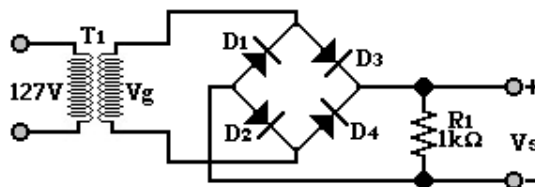

Figura 3.3
- Utilizando una terminal del transformador y el **TAP central**, arme el circuito de la figura 3.3.